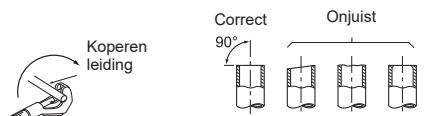

Fig. 1
- De afvoerslang dient voor een goede afvoer omlaag gericht te zijn. (Fig. 1)
- Snijd de koperen leiding op de juiste wijze af met een pijpsnijder. (Fig. 1, 2)